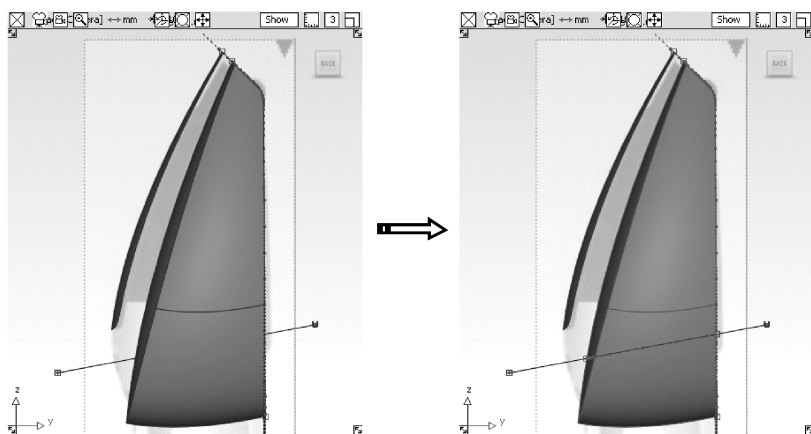

图 9-14 投影曲线
- 16 在【Back】正交视窗中创建一条直线作为吸尘器上部分与把手部分的截线，选择【Project】工具，在【Back】视窗中将这条直线投影到那几个曲面上，如图 9-14 所示。